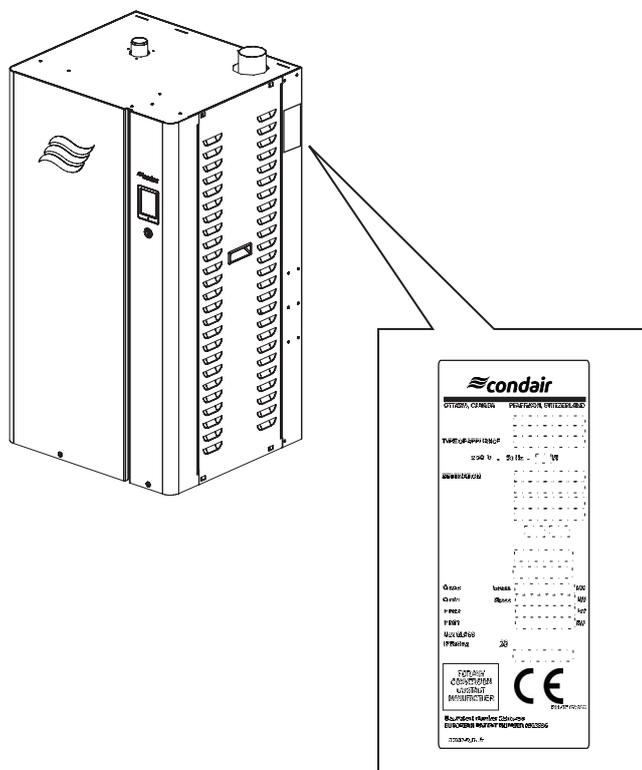

Figure 3: Condaïr GS Plaque signalétique de l'humidificateur de la série
- Vérifiez que les spécifications du type de modèle indiquées sur l'étiquette sont conformes à votre installation. Veuillez vous référer à la Figure 3 à la page 8.
La plaque signalétique sur le côté droit de l'humidificateur Condaïr GS indique son numéro de modèle, de série et les données de puissance - voir Figure 3.